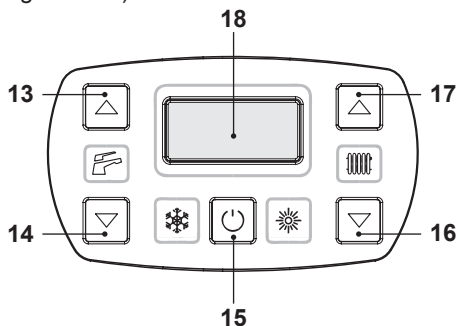
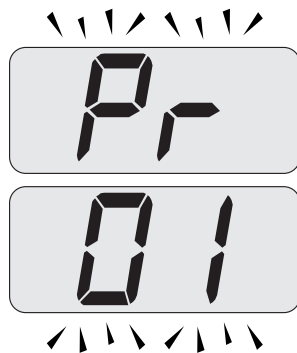

Figura 5.31
Figura 5.32
- Entrare in "modalità programmazione" premendo contemporaneamente per 10 secondi i tasti 15 - 16 - 17 (Figura 5.31) fino a far apparire sul display LCD le lettere **Pr** che si alternano con il codice **01**, indicanti l'entrata nel "parametro 01" (Figura 5.32).
- Premere contemporaneamente i tasti 15 e 17 (Figura 5.31) fino a far apparire sul display LCD il valore del parametro 15 (Figura 5.34).
- Premendo il tasto 15 (Figura 5.31) si ottiene la conferma del valore inserito.
- Premendo contemporaneamente i tasti 15 e 16 (Figura 5.31) si esce senza modificare il valore (ritorno alla lista parametri Figura 5.33)
- Premendo contemporaneamente per 10 secondi i tasti 15 - 16 - 17 (Figura 5.31) si esce dalla "modalità programmazione".
Comunque se la temperatura ambiente non dovesse essere confortevole si può aumentare o diminuire la temperatura di mandata dell'impianto riscaldamento di  $\pm 15^\circ\text{C}$  agendo sui tasti 16 (diminuzione) e 17 (aumento) (Figura 5.31).